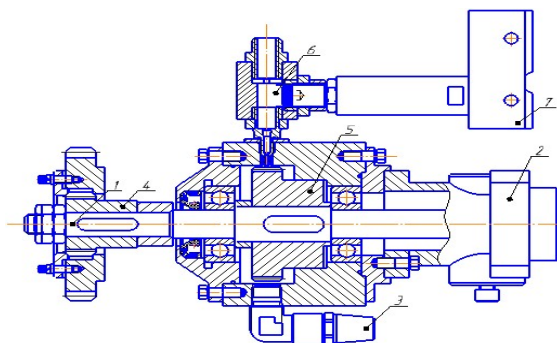

Рис. 1. Пневматический датчик для позиционных приводов:
Пневматический привод (пневмопривод) – совокупность устройств, предназначенных для приведения в движение частей машин и механизмов посредством энергии сжатого воздуха. Основным недостатком пневмопривода состоит в отсутствии плавности и точности хода без применения специальных регулирующих устройств. В связи с этим предлагается позиционный пневмопривод, состоящий из дискретных устройств элетропневмоавтоматики, программируемого логического контроллера, позволяющего успешно решать задачу управления поворотными запорнорегулирующими элементами трубопроводной арматуры (см. рис. 1).
Работа пневмопривода состоит в следующем (рис. 1). Сжатый воздух от УПВ подается к распределителям P1, P2, P4. По команде контроллера, на поворот в заданную позицию заслонки подается сигнал на электромагниты распределителей. При этом фрикционный тормоз снимет нагрузку с вала пневматического датчика и под действием давления воздуха поршень пневмоцилиндра начинает движение. При повороте вала (1) пневматического датчика, кинематически связанного с поршнем цилиндра и рабочим органом запорной арматуры (заслонкой) возникает изменение давления на входе сопла (6), фиксируемое датчиком давления (7). Информация об изменении давления поступает на контроллер, который считает количество импульсов давления и сравнивает их с заданным значением. Дискрета датчика определяется количеством зубьев модулятора (5) (см. рис. 1) и передаточным отношением зубчатой передачи. При достижении координаты начала торможения контроллер выдает команду на электромагнит распределителя. При этом увеличивается сопротивление движению газа из выхлопной полости пневмоцилиндра и начинается торможение поршня. При достижении поршнем заданного положения, датчик подает импульс давления на контроллер о том, что поршень достиг своей позиции. После этого контроллер посылает сигнал на отключение электромагнитов распределителей и происходит фиксация вала пневматического датчика и поршень останавливается.